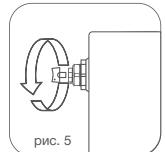

рис. 5
- Для удаления воздуха из радиатора в верхний коллектор обязательно установка крана Маевского® или автоматического воздухоотводчика. Для удаления воздуха через кран Маевского необходимо периодически (несколько раз в год) вручную стравливать его с помощью специального ключа (рис. 5).